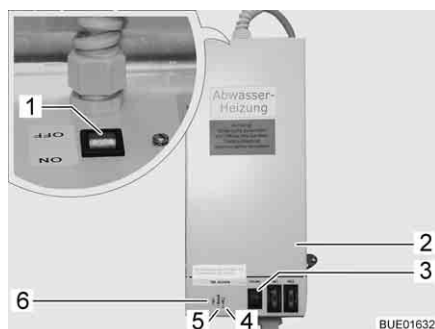

Bild 234 Transformator med regulator
Transformatorn 230 V AC/12 V DC (Bild 234,2) är beroende på modell monterad i klädskalet eller i den främre bänken på sittgruppen.
- Kontrolllampan (Bild 234,5) lyser grönt: Regulator aktiv.
- Kontrolllamporna (Bild 234,4 och 6) lyser rött: Avloppsledningarna värms upp.
I huset sitter en återfjädrande kontrollknapp (Bild 234,3) med vilken regulatorn kan tas i drift under en kort tid. Genom att trycka på den återfjädrande kontrollknappen låter sig uppvärmningen testas, även när omgivningstemperaturen ligger över 5 °C.
- Ställ brytaren (Bild 234,1) på transformatorn (Bild 234,2) på "ON".
- Ställ brytaren (Bild 234,1) på transformatorn (Bild 234,2) på "OFF".